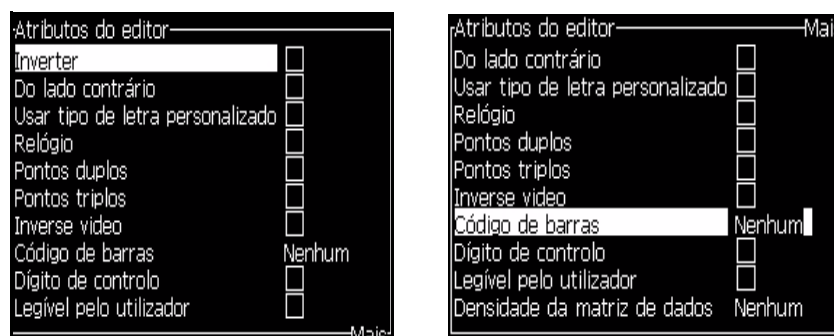

Figura 5-13: Menu Atributos do editor
- 1 Selecione *Atributos em linha* no menu *Editor* (pressione *ALT + E*). O menu *Atributos do Editor* aparece (veja Figura 5-13 na página 5-24).